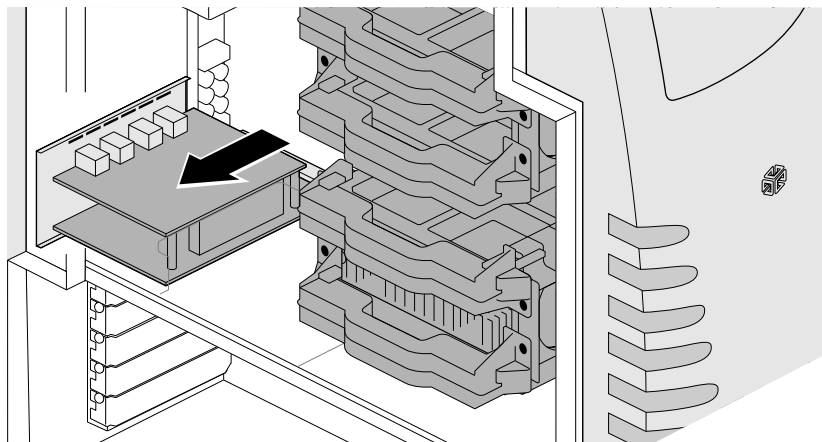

図 5-22 Silicon Graphics SD1100 カードの取り外し
8. ワークステーションの側面に向かい、Silicon Graphics SD1100 カードをシステムボードのコネクタから外し、I/O パネルを本体と水平にしたまま、手前に引き出します (図 5-22)。